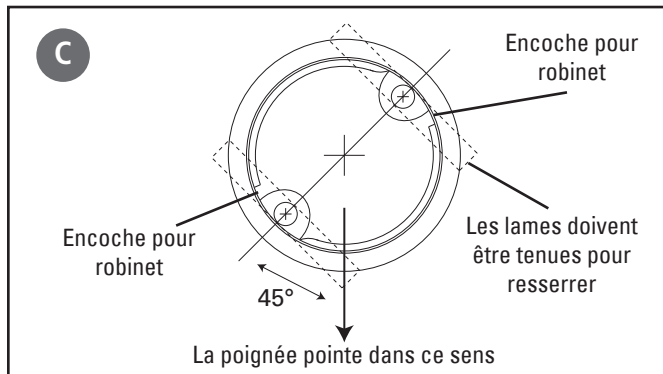

Figure 5
- C) Regardez vers le bas à travers la base pour cette étape. Avant de resserrer les boulons, déterminez la rotation correcte de la base. La poignée doit faire un angle de 45° avec les têtes de boulon. Voir la figure 5 pour déterminer la meilleure position pour l'installation. À travers le trou de la base, tenez la bascule en position pendant que vous serrez le boulon. La bascule à ressort touchera le bas du comptoir et se tiendra en position. Ne serrez pas complètement. Répétez pour le deuxième boulon à ailettes. Vérifiez la position finale de la base et des boulons à ailettes. Serrez également les deux boulons à ailettes. **NE SERREZ PAS TROP.** Serrez uniquement de manière à empêcher la base de tourner quand le robinet tourne en place.